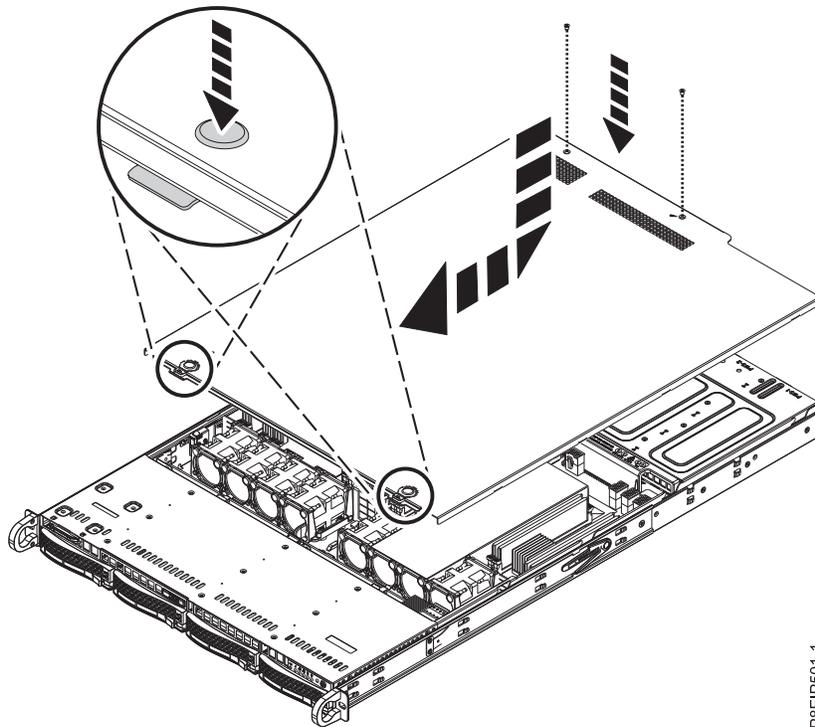

Abbildung 68. Abdeckung wiedereinbauen und befestigen
2. Schieben Sie die Abdeckung so weit nach vorne, bis sie einrastet (siehe Abb. 68).